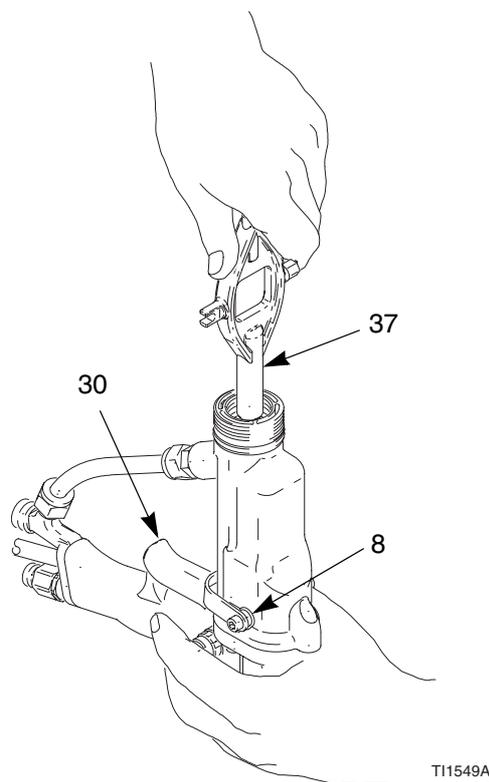

Abb. 13. Materialpackung entfernen
4. Abzugsschrauben (8) und Abzug (30) lösen. Siehe Abb. 13.
5. Die Packungsstange (26) mit dem Multifunktionswerkzeug (37) entfernen.